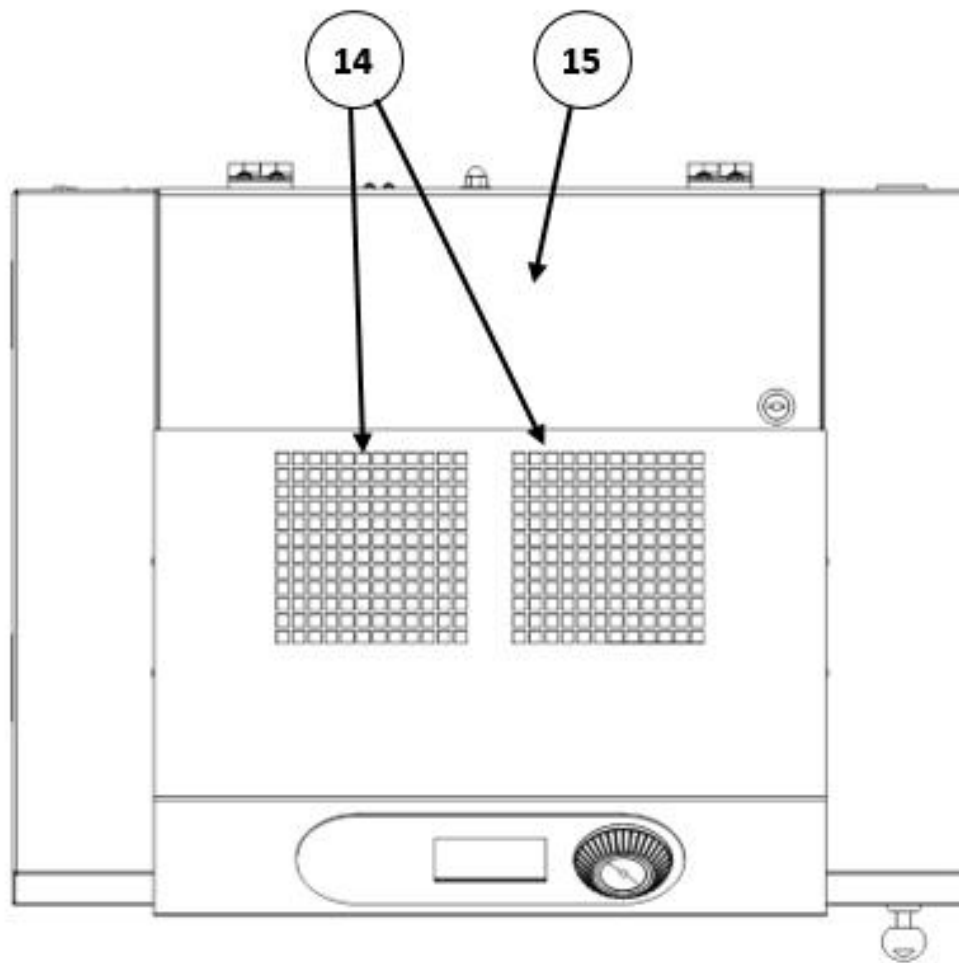

Abbildung 4: Ansicht Bildungsdrucker oben
- Achten Sie darauf, die Abluftöffnungen (Position 14, Abb. 4, S.14) während des Betriebes nicht zu verdecken.